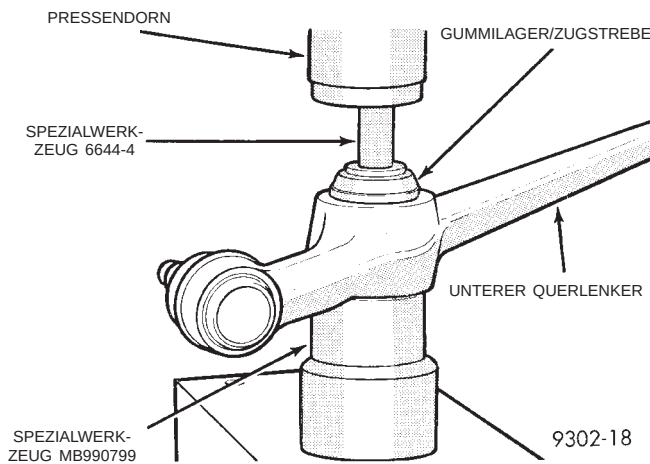

Abb. 75 Gummilager der Zugstrebe aus dem unteren Querlenker ausbauen
(3) Zugstrebe und unteren Querlenker gemeinsam aus dem Fahrzeug ausbauen. Siehe "Unterer Querlenker" im Abschnitt "Aus- und Einbau" in diesem Kapitel.
(4) Zugstrebe aus dem unteren Querlenker ausbauen.
(5) Den unteren Querlenker in eine Presse einbauen. Dabei muss das Gummilager der Zugstrebe im Aufnehmer, Spezialwerkzeug MB-990799, liegen, und das Werkzeug muss den Querlenker unterstützen (Abb. 75). Ausbauwerkzeug 6644-4 oben auf das Gummilager stellen (Abb. 75). Mit der Presse das Ausbauwerkzeug, Spezialwerkzeug 6644-4, nach unten durch das Gummilager hindurchdrücken, bis die Presse das Werkzeug nicht mehr weiter drücken kann. Bei diesem Pressvorgang zerschneidet das Spezialwerkzeug 6644-4 das Gummilager in zwei Hälften.